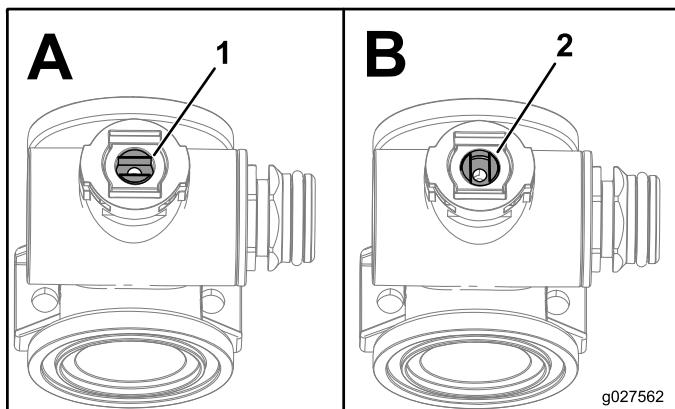

Figura 1
- Ponga el vástago de la válvula en la posición de cerrado (Figura 1, B).
- Gire el vástago de la válvula de manera que la bola quede en la posición de abierto (Figura 1, A).